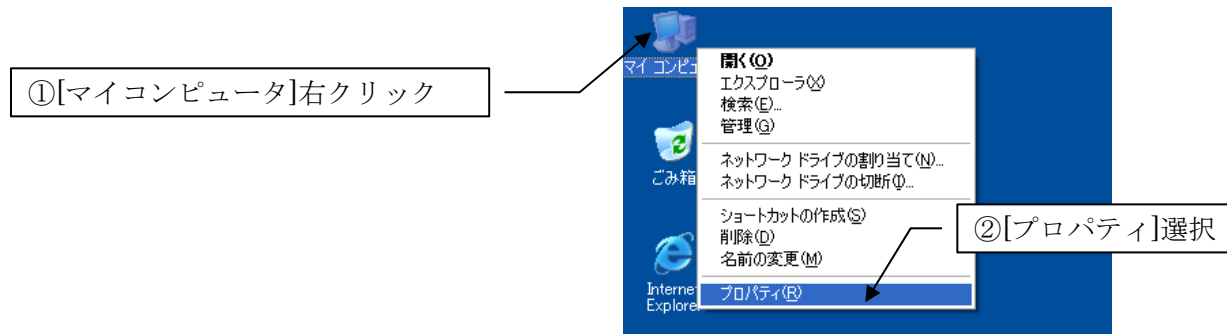

図 20 システムのプロパティの選択 (再掲)
- (1) Windowsデスクトップの「マイコンピュータ」上で右クリックし、メニューから[プロパティ]を選択します (図 20)。